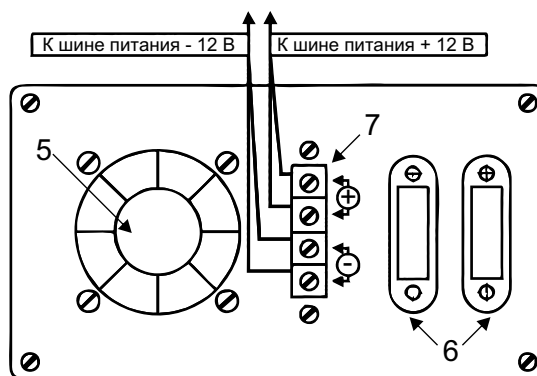

Рис. 4. Задняя панель ПН-90
**Внимание!** При использовании преобразователей ПН-70 и ПН-90 во избежание перегрева и выгорания контактов колодки питания, необходимо подключать питание через два контакта колодки (в параллель, рис. 4).